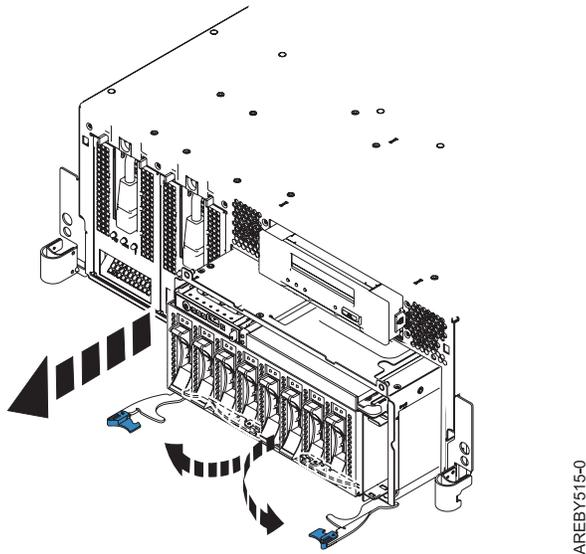
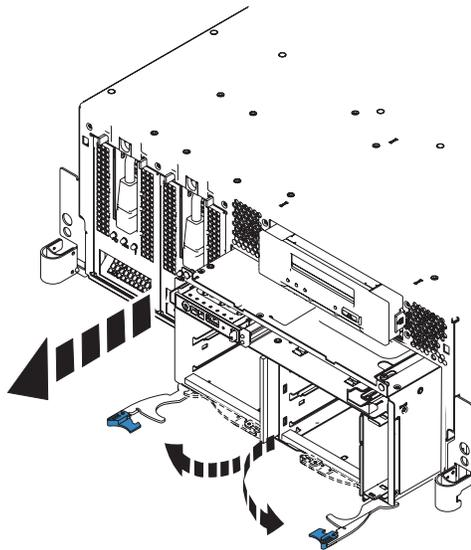

Figure 8. Retrait du fond de panier d'unité de disque et des disques
Figure 9. Retrait du fond de panier d'unité de disque vide
14. Déverrouillez le fond de panier d'unité de disque en tirant les poignées vers l'extérieur du centre du fond de panier, comme sur la figure 8 et la figure 9.